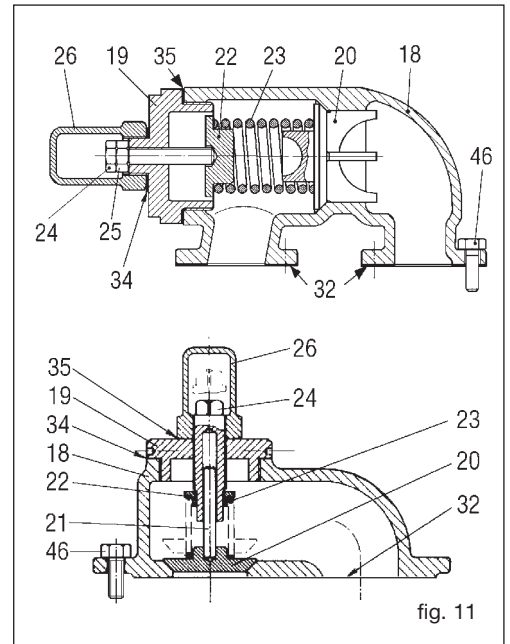

fig. 11
10.5 Réglage de la soupape de sécurité (by-pass) (fig. 11)
- ❑ Il n'est pas nécessaire d'enlever la soupape de sécurité montée sur le couvercle (V fig. 11) s'il y en a une. Dévisser les boulons (46) en ayant soin de ne pas abîmer le/s joint/s (32) pour effectuer les opérations d'entretien sur la soupape. Remplacer au besoin le joint.